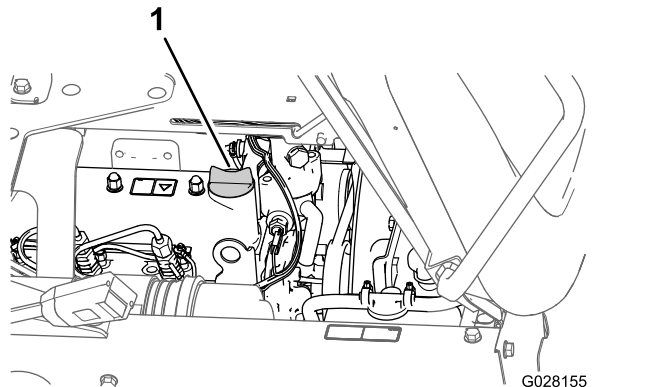

图 69
3. 如果油位较低请从气门室盖上拆下加油颈盖然后将机油倒入加油颈使油位提高到量油尺上的“已满”标记图 69处。